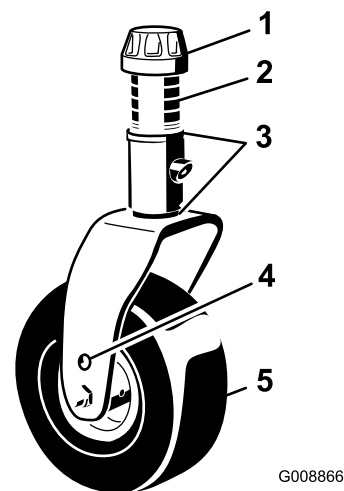

Bild 96
- Entfernen Sie die Spannkappe von der Laufradspindelwelle und ziehen die Spindel aus dem Laufradarm heraus (Bild 96). Stecken Sie die Beilagscheiben nach Bedarf um, um das Laufrad anzuheben oder abzusenken, bis das Mähwerk die korrekte Neigung erhalten hat.